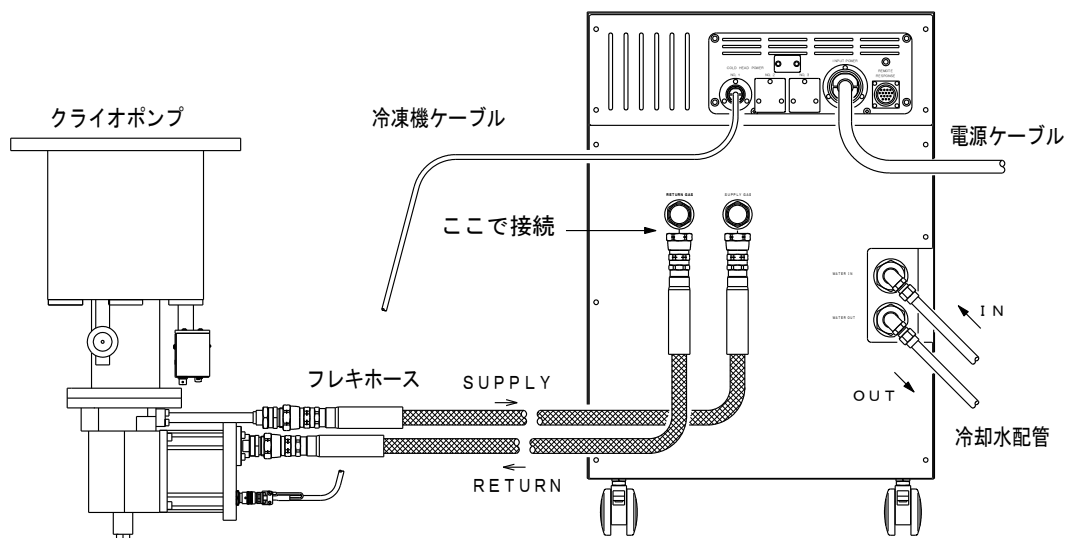

図 8-6 フレキホースの接続
- 11. SUPPLY、RETURNのフレキホースを再びコンプレッサユニットに接続してください（図8-6）。接続前にセルフシールカップリングの平ゴムガスケットが外れたり、ねじれたりしていないことを必ず確認してください。